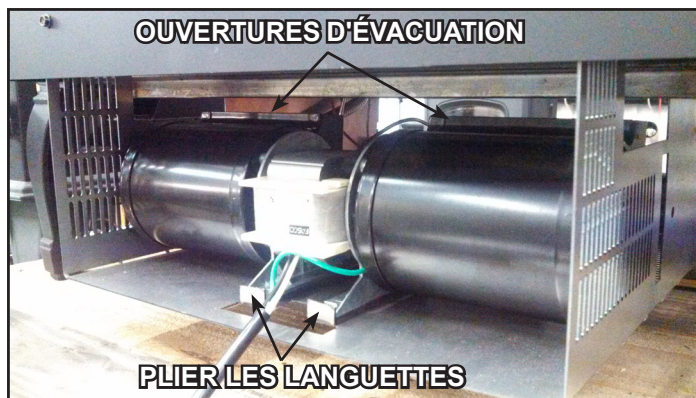

Figure 8.4 Logement du ventilateur
1. Depuis l'arrière de l'appareil, glissez le ventilateur dans son boîtier, avec les bandes magnétiques orientées vers le bas et les ouvertures d'évacuation arrière faisant face à l'avant du poêle. (Remarque : les bandes magnétiques doivent chevaucher la conduite de gaz.) Pliez les languettes vers le haut à environ 45 degrés. Voir la Figure 8.4. Pour pouvoir insérer le ventilateur sans obstruction, il pourrait falloir retirer les fils de l'interrupteur on/off de l'attache autobloquante qui maintient la conduite de gaz ainsi que de la pince à fil située sur le côté du boîtier du ventilateur.